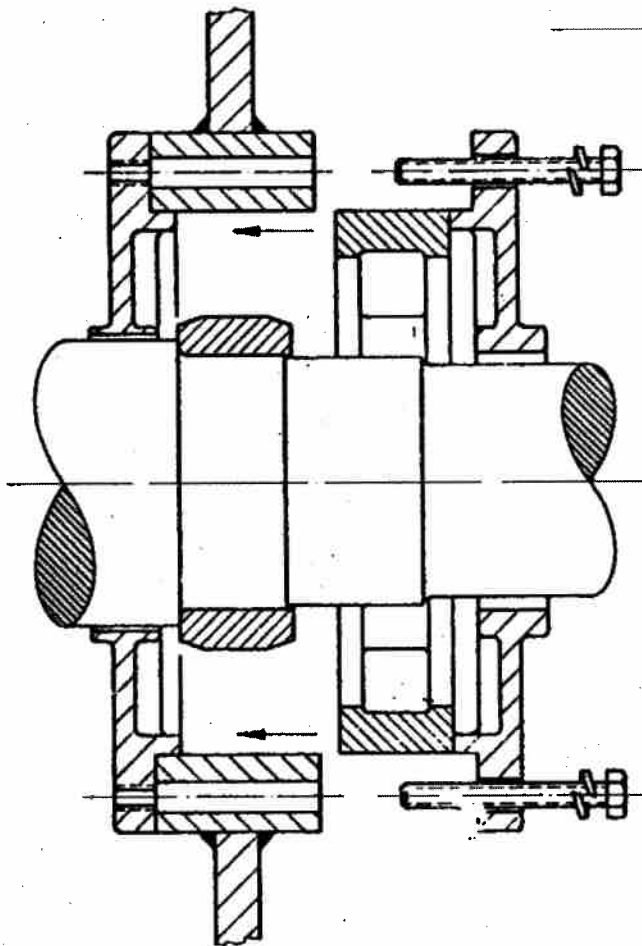

Fig. 13. Montaggio dell'anello esterno guida di un cuscinetto a rulli cilindrici.
6. Verificare la posizione del cuscinetto. Per montare l'anello esterno di un cuscinetto spostabile, utilizzare un sistema simile a quello rappresentato nella fig. 13.